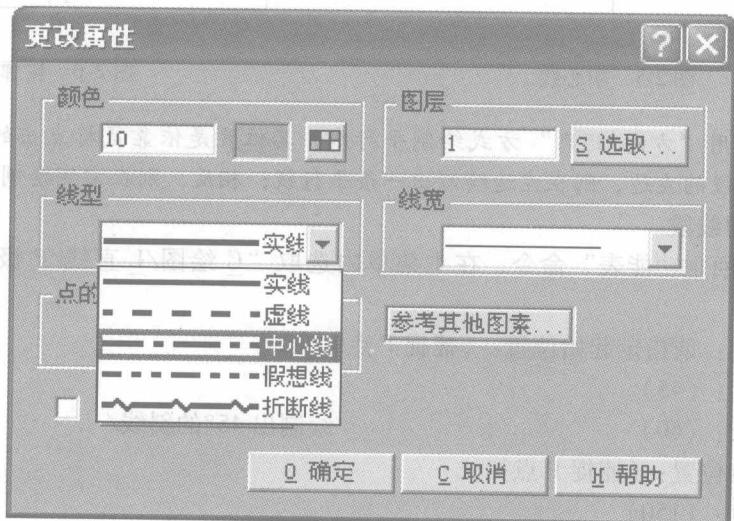

图 2-4 “更改属性”对话框
1) 选择“回主功能表”命令, 在子菜单内选取“图素属性”命令, 系统弹出“更改属性”对话框, 如图 2-4 所示, 修改“线型”为中心线, 单击“O 确定”。